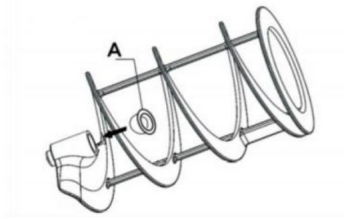

Fig. 12
Sätt packningen (A) på omröraren.se Fig.12